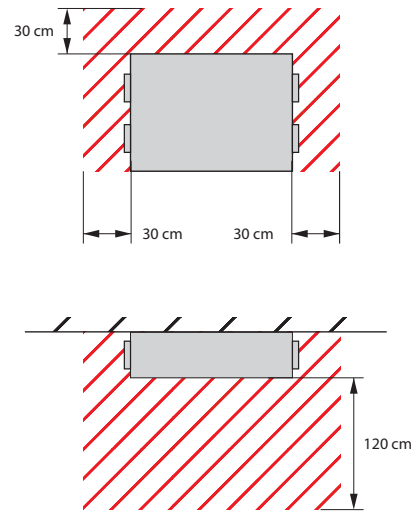

Abb. 6. Minimaler Raum für Wartung
- Nur diese Geräte können an der Decke oder an der Wand und nur in den in Abb. 6 angegebenen Positionen montiert werden.